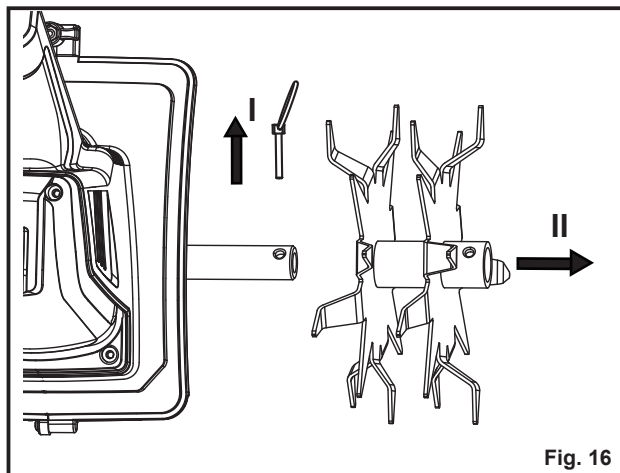

Fig. 16
1. Tournez la bague pour retirer la goupille de verrouillage et retirez la lame (Fig. 16).